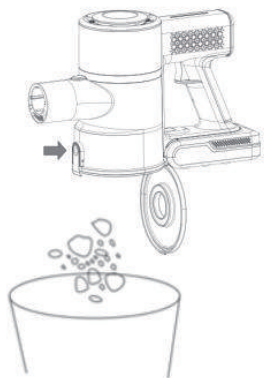

Fig 1.
2. Premendo il pulsante di rilascio, la parte inferiore si abbassa automaticamente (Fig. 1).
2. Premere il pulsante di rilascio, afferrare la coppa della polvere e ruotarla in senso orario per rimuoverla (Fig. 1).
5. Riposizionare il filtro preliminare in senso contrario e assicurarsi che sia bloccato in posizione, Fig. 1.